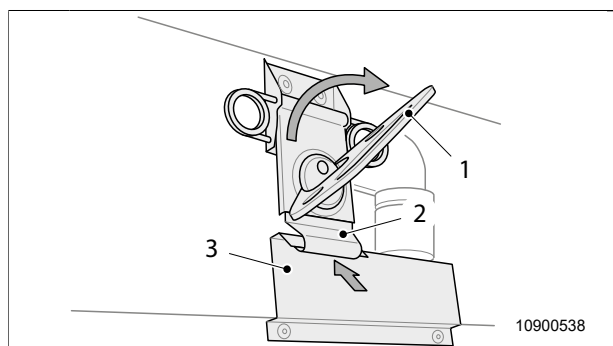

Bild 44 Stänga låsvredet
8. Säkra det uppfällbara taket med låsvredet (Bild 44) på höger och vänster sida:
- Fäll ut handtaget (Bild 44, pos. 1) till låsvredet.
- Haka fast låsvredets rörliga krok (Bild 44, pos. 2) i det fastmonterade motstycket (Bild 44, pos. 3).